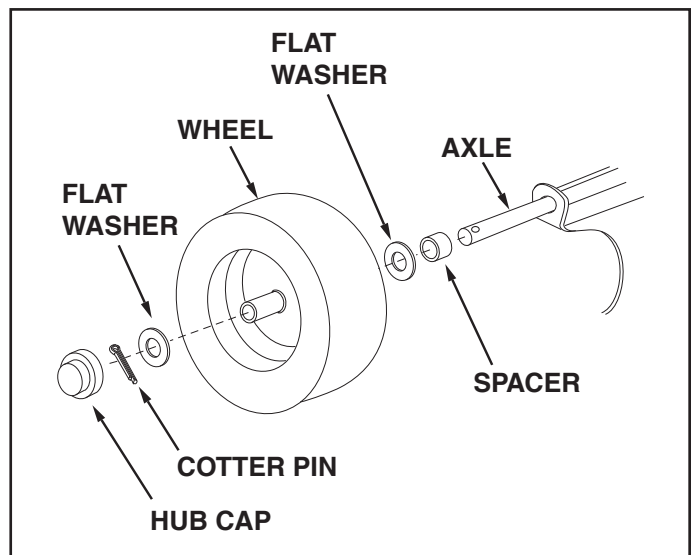

FIGURE 12
17. Assemble a spacer, a flat washer, a wheel with the valve stem facing out, and another flat washer onto the axle as shown in figure 12. Secure the wheel on the axle with a cotter pin, spreading the ends. Assemble the hub cap by pressing it onto the flat washer. Repeat on other end of axle.
17. Montez une entretoise, une rondelle plate, une roue avec la tige de soupape faisant face vers l'extérieur, une autre rondelle plate sur l'essieu comme montré dans la figure 12. Fixez solidement la roue sur l'essieu au moyen d'une goupille, en écartant ses extrémités. Montez le chapeau de moyeu en l'appuyant par une pression sur la rondelle plate. Répétez la manœuvre sur l'autre extrémité de l'essieu.